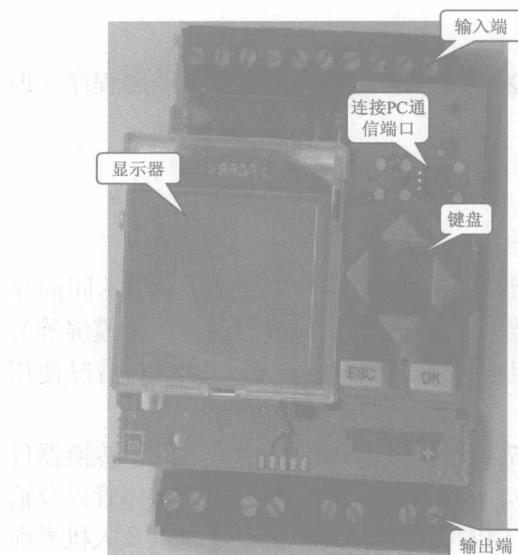

图 1-5 LOGO! 基本型的内部结构特征
(4) LOGO! 基本型的内部结构特征。将LOGO! 的控制板、人机界面及采样—驱动板组合好就构成了LOGO! 基本型的内部结构特征(如图1-5所示),这也是打开一台LOGO! 首先可以看见的内部特征。
从图1-5可以看出,控制板在上,驱动在下。